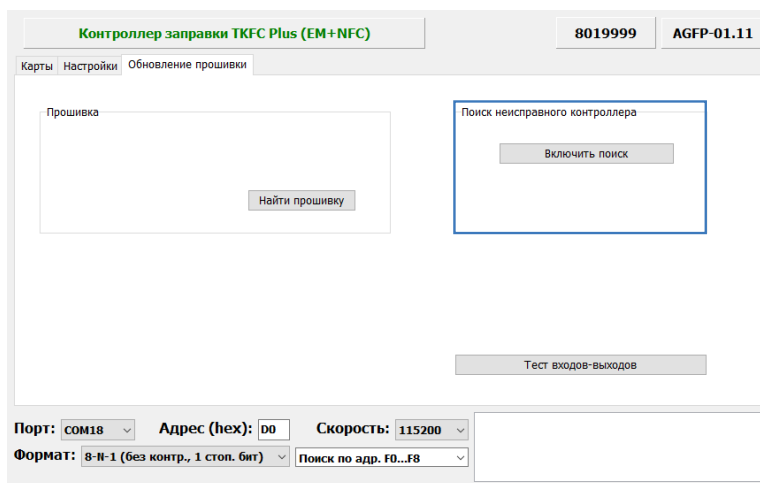

Рис.40. Включение поиска неисправного контроллера
3. Перейти на вкладку «Обновление прошивки» и в блоке «Поиск неисправного контроллера» нажать кнопку «Включить поиск» (**Рис.40**).